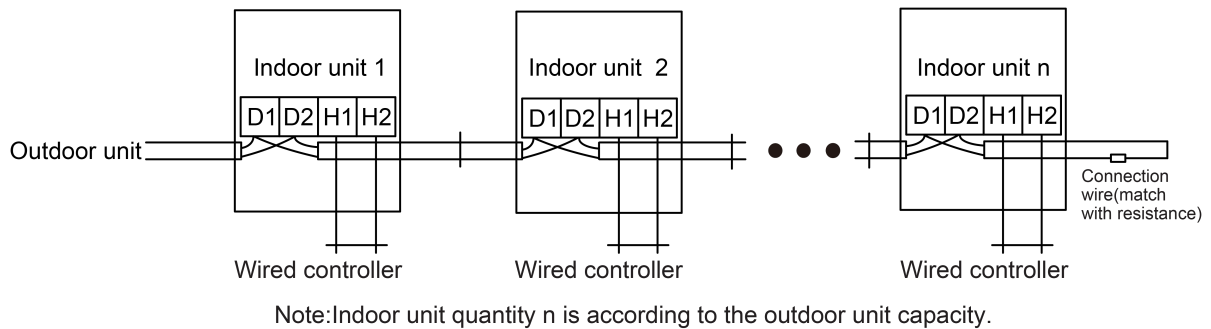

Fig.5.3.2
- (4) Fije el cable de comunicación con la abrazadera de la caja eléctrica.
- (5) Para una comunicación más fiable, asegúrese de conectar la resistencia terminal a la unidad interior situada más aguas abajo del bus de comunicación (terminales D1 y D2), como se muestra en la Fig.5.3.2. La resistencia terminal se suministra con cada unidad exterior.